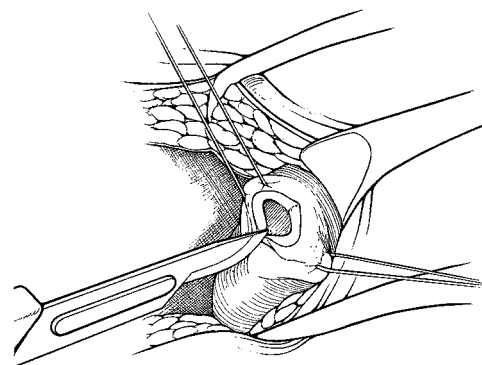

Figura 4-4. Realización de la corporotomía
6. Realice una incisión en uno de los cuerpos cavernosos (**Figura 4-4**).